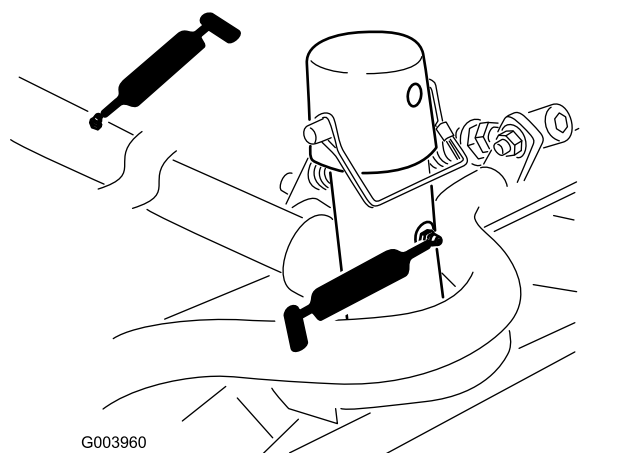

Рисунок 43
- Оси поворота подъемного рычага (по 1 шт.) (Рисунок 43)
- Несущая рама и ось поворота режущего блока (по 2 шт.) (Рисунок 43)